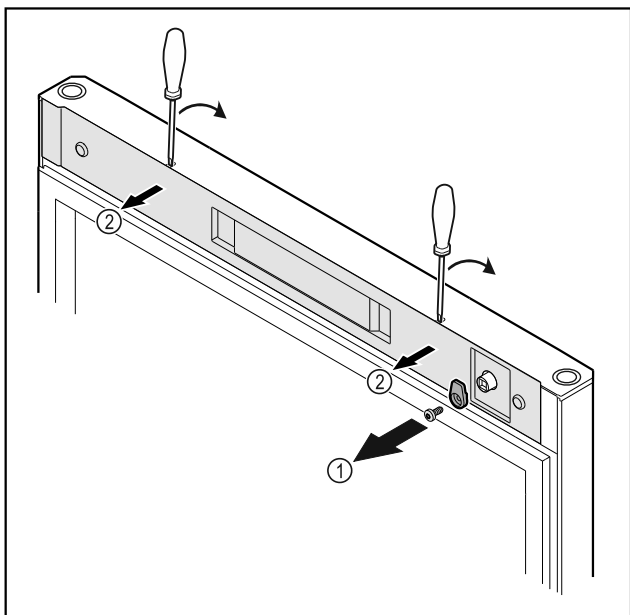

Fig. 16
- Lironi vidat e grepit të mbylljes Fig. 16 (1).
- Nxirrni nga foleja kapakun mbulues Fig. 16 (2) me një kaçavidë të vogël dhe hiqeni.